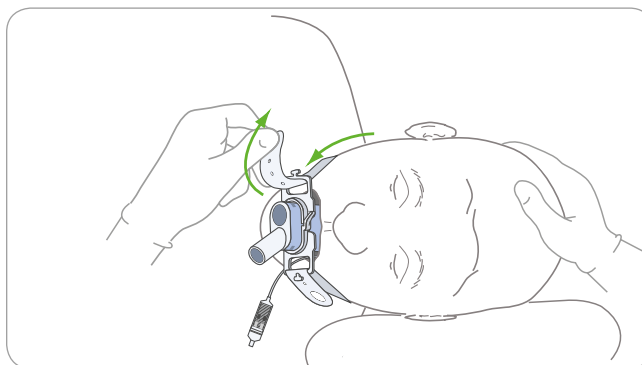

Figura 14. Faça passar a parte não fixa da correia por detrás e à volta da cabeça do doente e prenda-a no lado direito do suporte
- Com o doente deitado sobre o lado esquerdo, prenda uma extremidade da correia ao lado esquerdo do suporte, fazendo passar a extremidade da correia através da aleta existente no suporte e prendendo-a no gancho do lado de fora. Faça passar a parte não fixa da correia por detrás e à volta da cabeça do doente. Puxe a correia através da aleta existente do lado direito do suporte, aplique tensão suficiente para a manter no lugar e, em seguida, prenda-a do lado direito do suporte, conforme se ilustra na **Figura 14**.